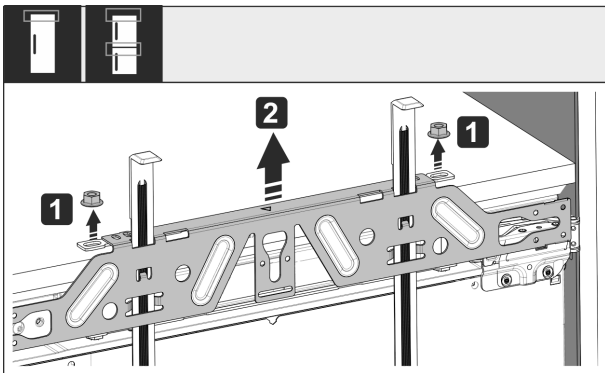

Fig. 50
- ▶ Borgmoeren Fig. 50 (1) losmaken.
- ▶ Bevestigingstraverse Fig. 50 (2) verwijderen.